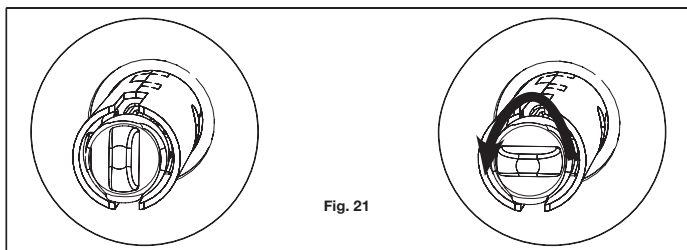

Fig. 21
17. Gire el botón seguro en sentido contrario a las manecillas del reloj hasta llevarlo a una posición horizontal.(Fig. 21).